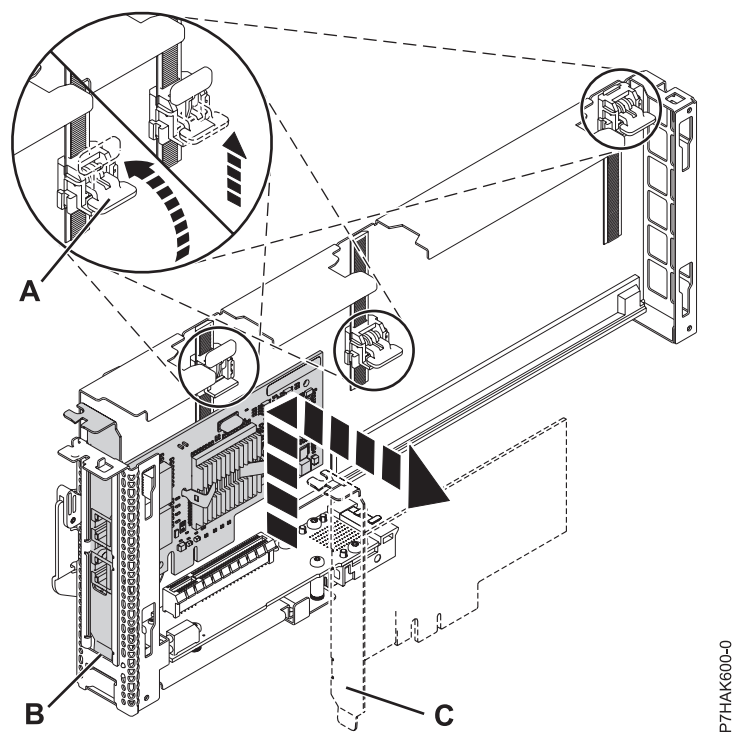

Figure 25. Retrait de la carte de la cassette de cartes PCI
- a. Déverrouillez les crochets de retenue de la carte en faisant tourner les pattes de retenue (A) pour les mettre en position horizontale. Voir figure 25, à la page 37.